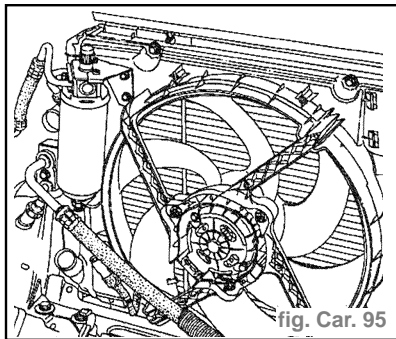

fig. Car. 95
- Il est situé près de la bouteille déshydratante. (fig. Car. 95)